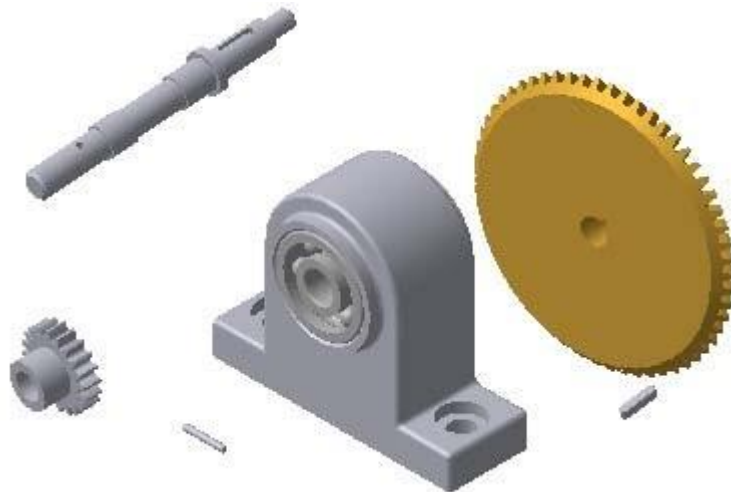

Рисунок 8.2 – Установка підшипників в корпус
4. Далі виберіть команду **Збіг** , вкажіть на торцеву поверхню зовнішнього кільця одного підшипника і торцеву поверхню отвору під нього в Корпусі, після чого підшипник займе потрібне положення. Повторіть ці дії для другого підшипника (рис. 8.2).